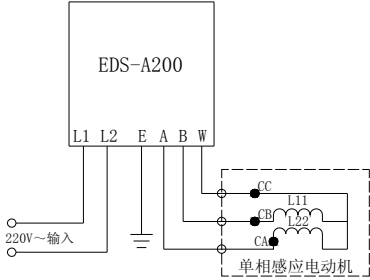

图 3-4 变频器与电机的接线方法
- 组的公共端子（参见图 3-4）。
- (2) 电机内部结构说明：